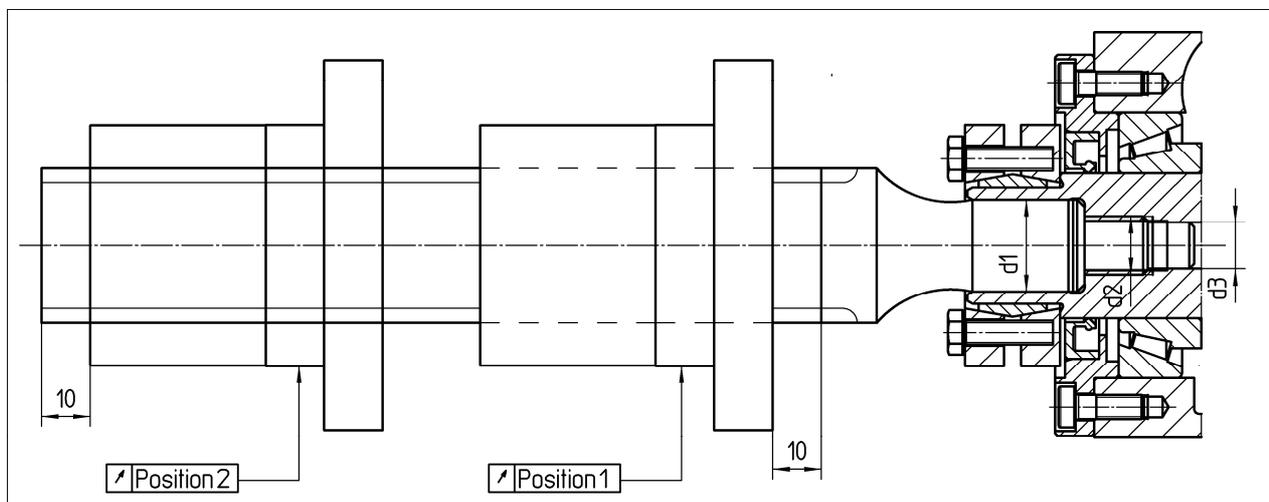

Bild 9.7.2 Spindelwechsel und Rundlaufprüfung
9.7.2 Spindelwechsel bei Getrieben mit rotierender Spindel (siehe Bild 9.7.2):